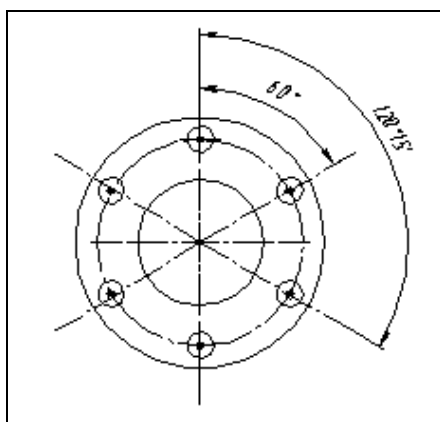

Рис. 11.25. Вариант простановки угловых размеров от общей базы
- ◆ следующий угловой размер до третьего отверстия строится аналогично. У вас должна получиться простановка размеров, как на рис. 11.25.